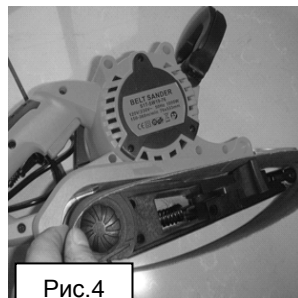

Рис.4
- наденьте ее на ведущий и ведомый ролики (рис.4), проведя ее с внешней стороны пластины башмака шлифовальной машины.